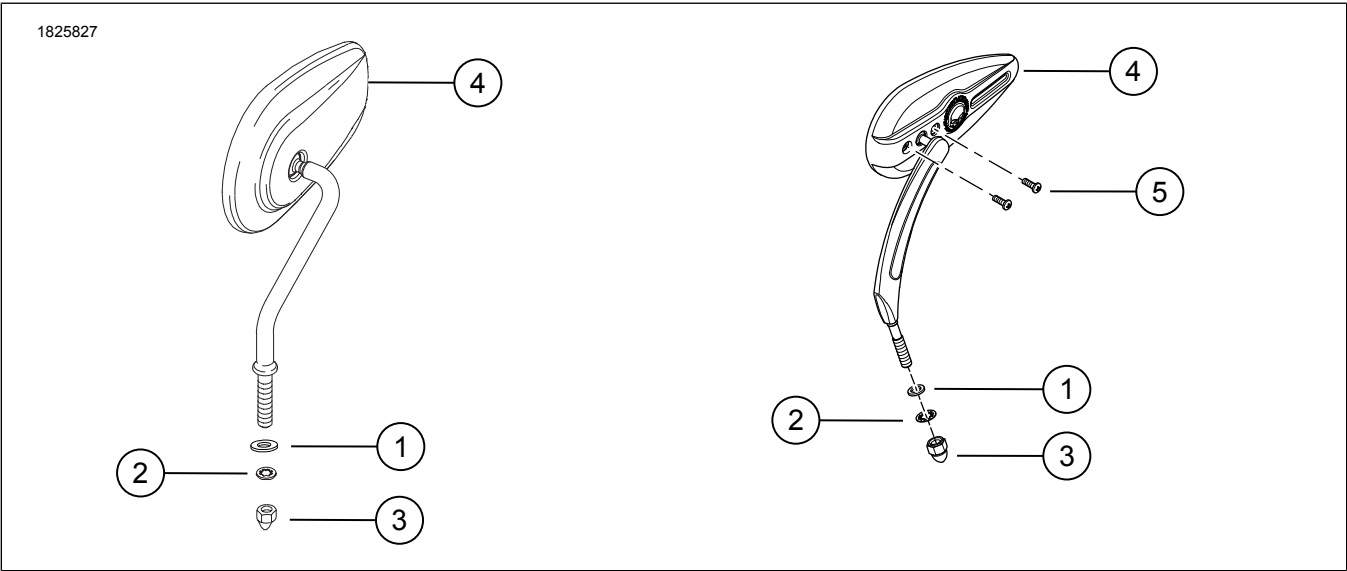

Figura 1. Conteúdo do kit: Kits retrovisores
1. Ver a Figura 1. Instale a anilha plana (1) no pino do retrovisor (posição do topo) para todos os retrovisores procure peça nº 91696-05A, 92398-09 e 92410-09.
2. **Veículos com indicadores de mudança de direção montados na parte inferior dos compartimentos dos manípulos (exceto modelos XL de 2004 e posteriores):** Prenda o retrovisor lateral esquerdo com a contraporca (2) e a porca cega (3) do kit.
3. Fixar o retrovisor direito com a anilha de bloqueio (2) e a porca cega (3) incluídas no kit e o retentor do indicador de mudança de direção.
- a. Fixe os retrovisores com anilhas planas (1) nas posições superior e inferior, contraporcas (2) e porcas cegas (3) do kit.
- a. Ver a Figura 1. Aperte progressivamente os parafusos de ajuste (5) conforme necessário. Aperte.